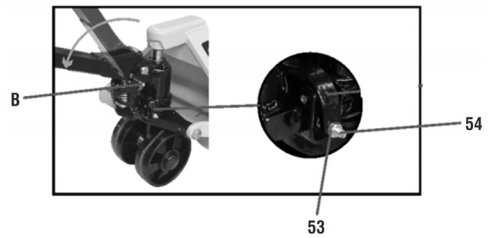

Fig. 5 – Retirando el perno
- d. El pistón de accionamiento del cable viene bloqueado con un pasador (B), (fig. 5).
- e. Para el correcto funcionamiento del equipo, coloque el cable completamente en horizontal y retire el pasador de la muelle (B) (fig. 5).
- g. Si necesita ajustar la palanca para subir o bajar la carga, hágalo con el tornillo (54), (fig. 5), y después de completar el ajuste, bloquee el tornillo (54) apretando la tuerca (53).